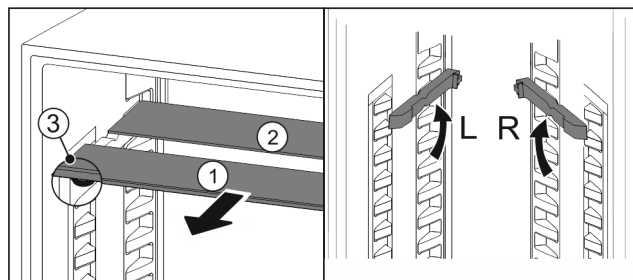

Fig. 68
- estrarre i ripiani di vetro singolarmente tirando in avanti Fig. 68 (1).
- ▷ Il piano in vetro Fig. 68 (1) con il motivo ornamentale è nella parte anteriore.
- ▷ I fermi Fig. 68 (3) sono rivolti verso il basso.